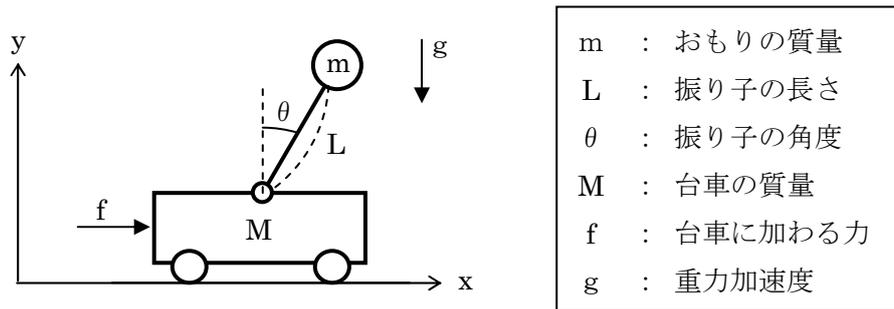

図1 倒立振り子システム
- (a) 図1に示される制御関数 $f=1000*th$ を用いると、振り子の初期角度が $-\pi/2$ から $+\pi/2$ までの範囲で始まる場合に限り安定となる。シミュレーションを作成し、どのような安定が得られるか確認して下さい。